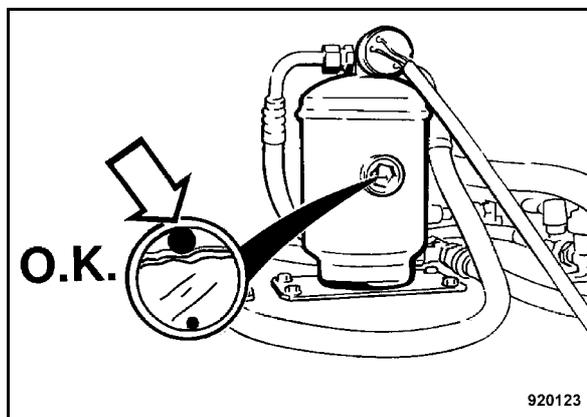

Рис. 151
- Проверить, плавает ли на самом верху белый поплавковый шарик (Рис. 151) в указателе уровня блока осушителя / паросборника.